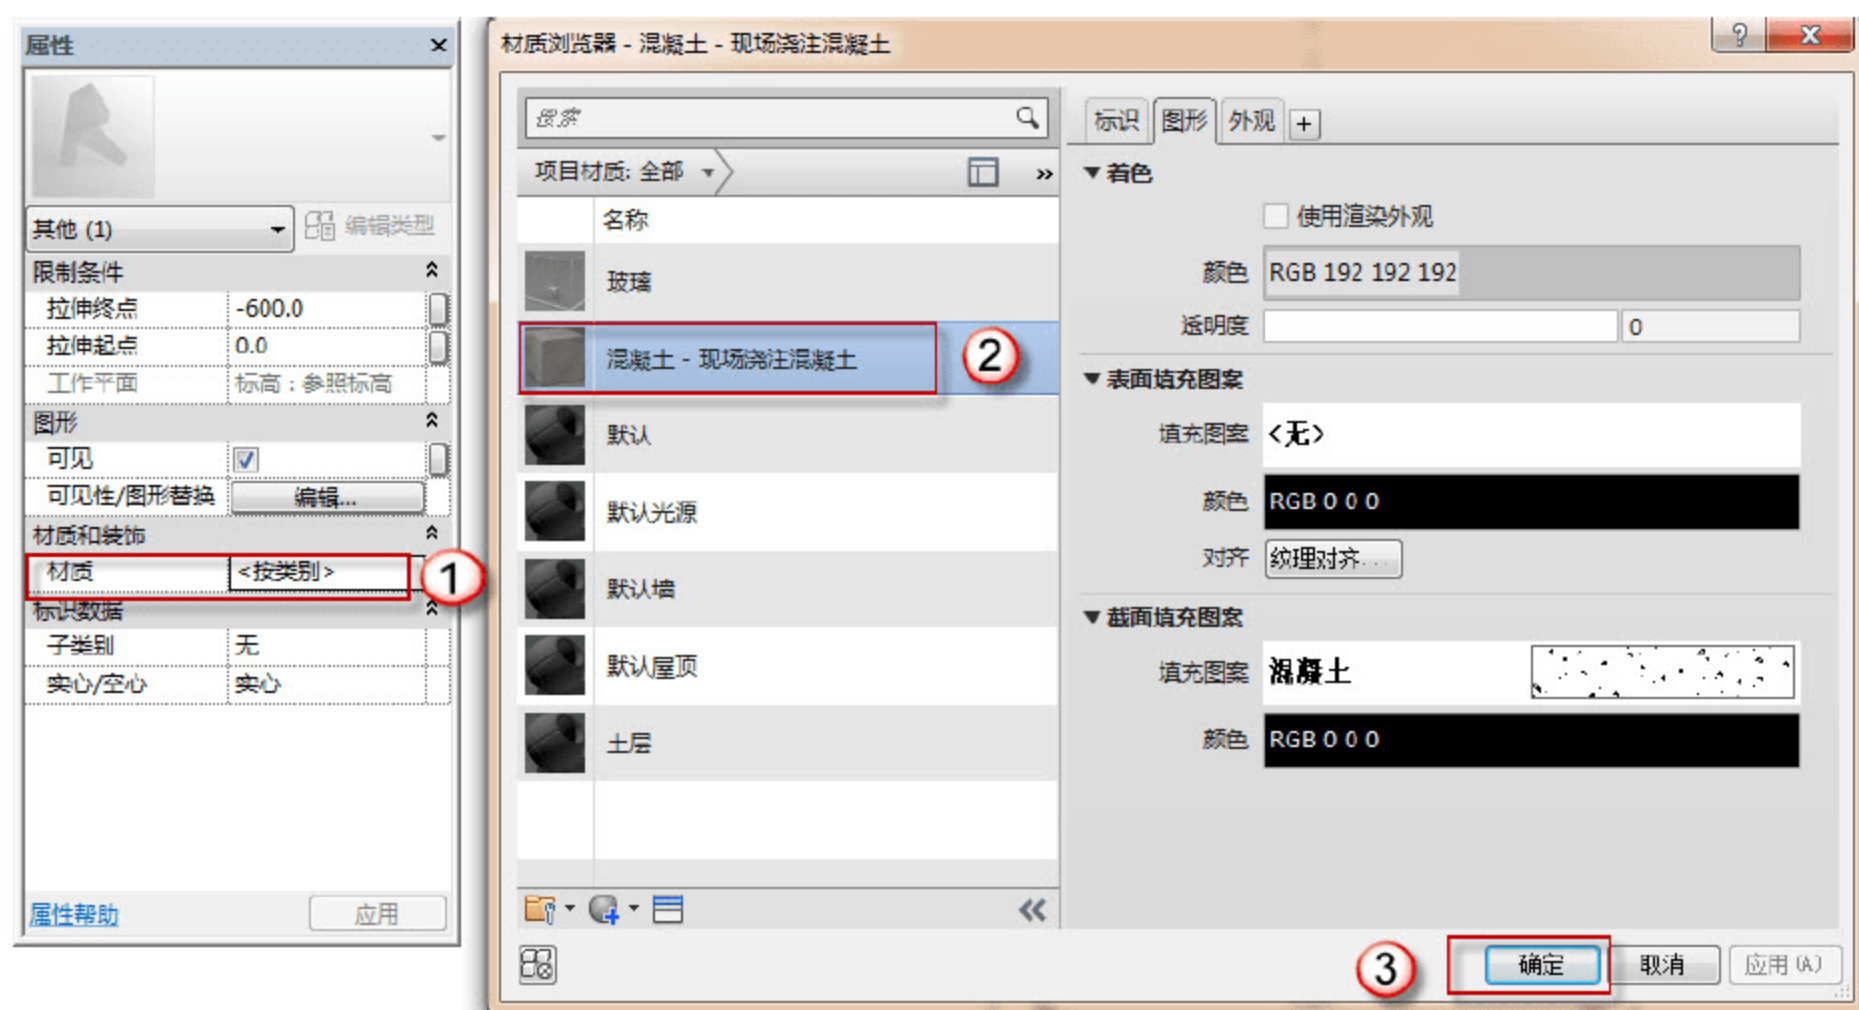

图 2.1.8 添加材质
(8) 添加材质。选择“立面”→“前”命令，承台和垫层同在立面视图中。选择“承台”，在“属性”面板中单击“材质”按钮，在弹出的“材质浏览器”对话框中，依次单击“混凝土-现场浇注混凝土”→“确定”按钮，如图 2.1.8 所示。同样选择“垫层”，在“属性”面板中单击“材质”按钮，在弹出的“材质浏览器”对话框中，依次单击“混凝土-现场浇注混凝土”→“确定”按钮。